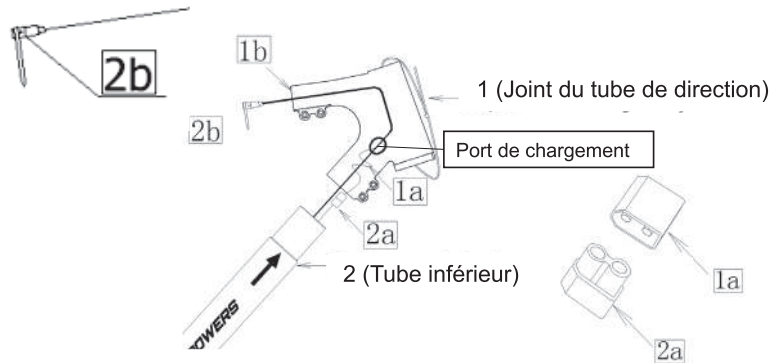

Figure 3.
b. Enfilez la pièce 2-2b (avec l'attache-câble) dans la pièce 1-1b, comme illustré à la Figure 3.
c. Retirez le câble de charge à ressort (1a) de la pièce 1, associez-le au câble de charge (2a), et assurez-vous qu'ils sont entièrement connectés, comme illustré à la Figure 3.